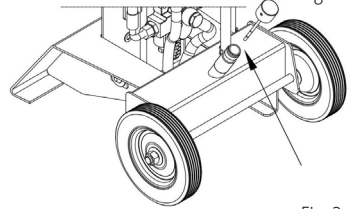
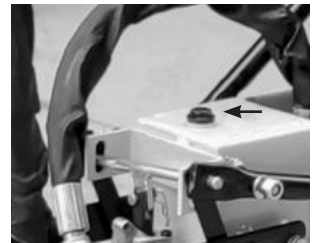

Fig. 1
Fig. 2
4. În model KS 8THE V 55/40 pe partea de față a despicătorului de lemne există valvă de aer (vezi fig. 1), în model KS 12THE V 65/40 vezi fig. 2. Înainte de fiecare utilizare a despicătorului, trebuie să o învârtiți de 3-4 ori, ca să asigurați o bună circulație a aerului în rezervorul de ulei.